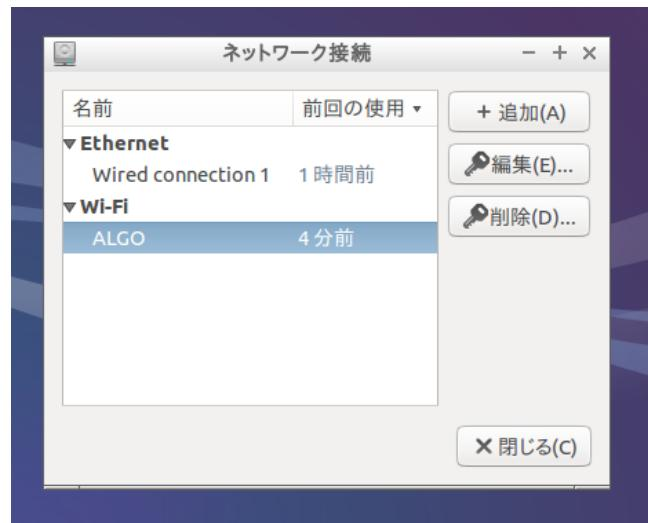

図2-4-5. ネットワーク設定画面
- ② 図2-4-5のようなネットワーク設定画面が起動し、アクセスポイントの一覧が表示されます。設定したいアクセスポイントを選択して[編集]ボタンをクリックします。